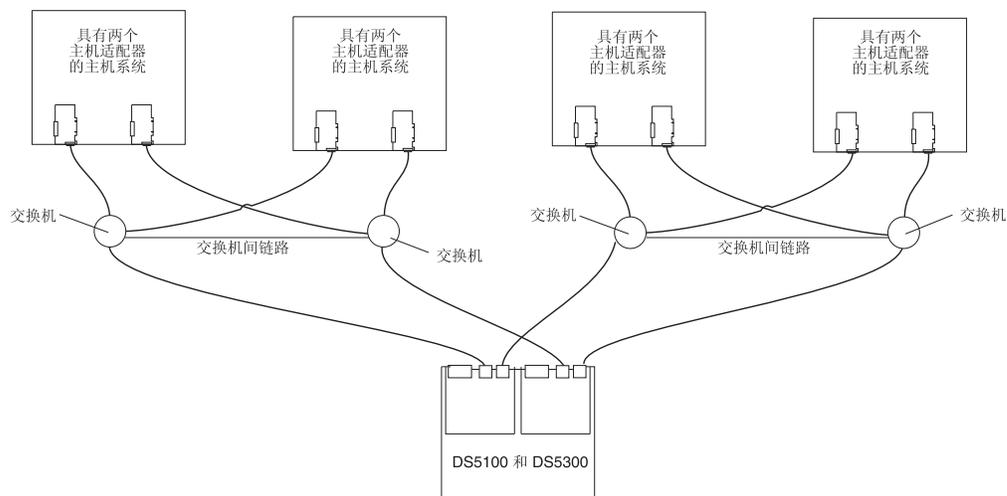

图 81. 两集群配置的示例
- 两个集群，如第 111 页的图 81 中所示
第 111 页的图 81 提供了将一个 DS5100 和 DS5300 与四个主机系统配置为两个集群的示例；每个集群包括两个主机系统和两个光纤通道交换机